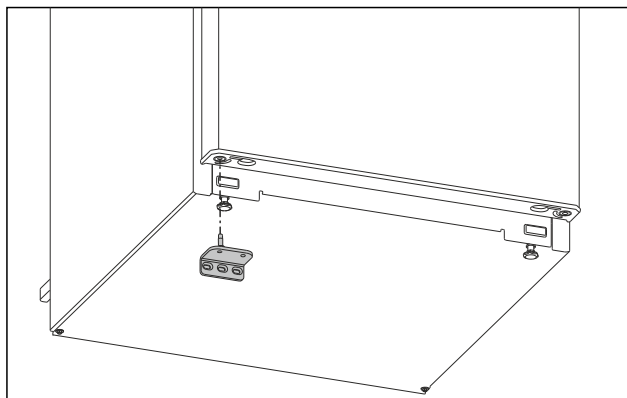

Fig. 16
- Spodnji ležajni podstavek vstavite na nasprotni strani. (glejte Fig. 16)